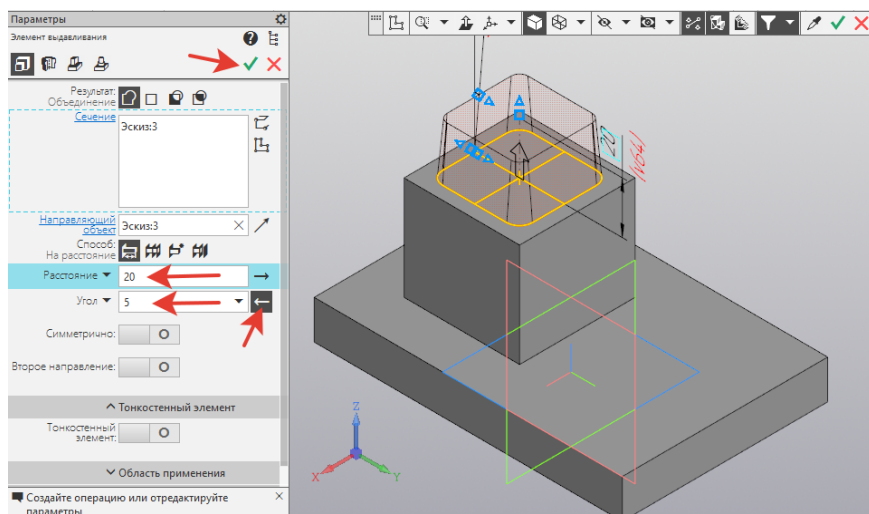

Рисунок 12.
11. На инструментальной панели *Элементы тела* – выбрать  *Элемент выдавливания*. В *Параметрах* задать *Расстояние* – 20, *Угол* – 5, *Сменить направление* (влево). *Создать объект*  (рисунок 12). Получили призму.